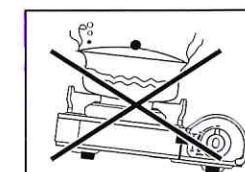

Рис. 12
- Устанавливайте плиту на ровной и устойчивой поверхности (Рис. 12).